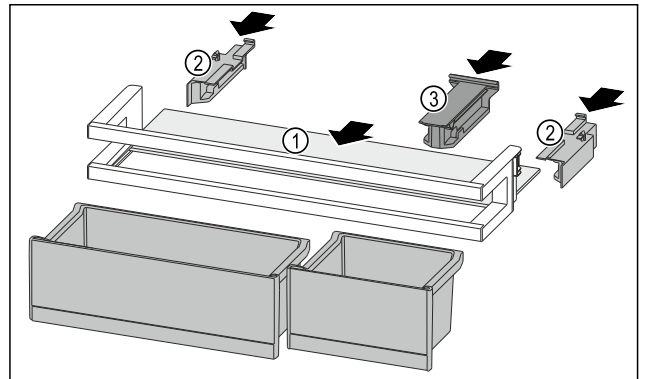

Fig. 95
- Abstellfläche Fig. 95 (1) in die seitlichen Aussparungen einschieben.
- Seitenteile Fig. 95 (2) einsetzen.
- Halteteil Fig. 95 (3) einsetzen.